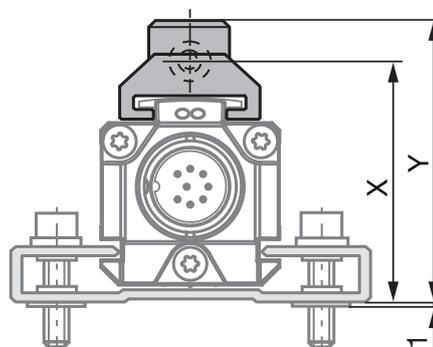
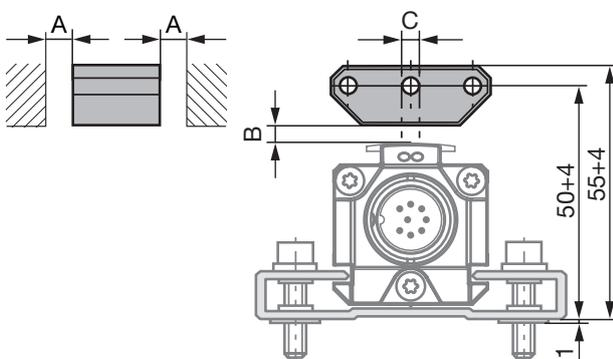
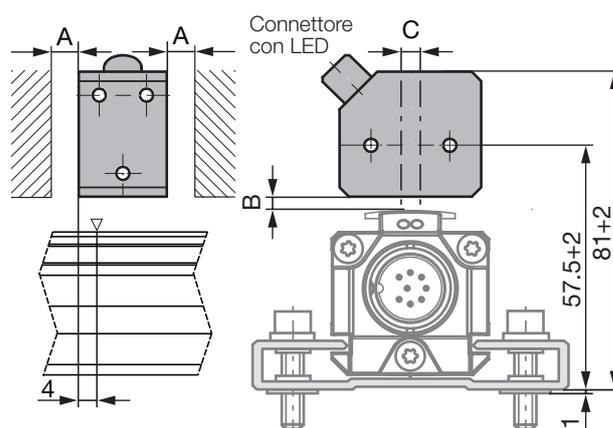

Fig. 4-3: Dimensioni e distanze con il datore di posizione BTL5-M/N-2814-1S
Fig. 4-4: Dimensioni e distanze con il datore di posizione BTL5-P-3800-2
Fig. 4-8: Dimensioni e distanze con il datore di posizione BTL5-P-4500-1 con generazione elettrica del campo magnetico (24 V/100 mA)
i Il BTL in corpo profilato è idoneo sia per datori di posizione liberi, cioè operanti senza contatto (vedere dalla Fig. 4-4 fino alla Fig. 4-8) che per datori di posizione guidati (vedere figura Fig. 4-1 e Fig. 4-3).
- La distanza A tra il datore di posizione e i componenti costituiti da materiale magnetizzabile deve essere di almeno 10 mm (vedere dalla Fig. 4-4 alla Fig. 4-8).
- Per la distanza B tra il datore di posizione e il BTL e per lo sfasamento C (vedere dalla Fig. 4-4 alla Fig. 4-8) devono essere rispettati i seguenti valori:
i Il campo di misura è spostato di 4 mm in direzione del connettore del BTL (vedere Fig. 4-8).